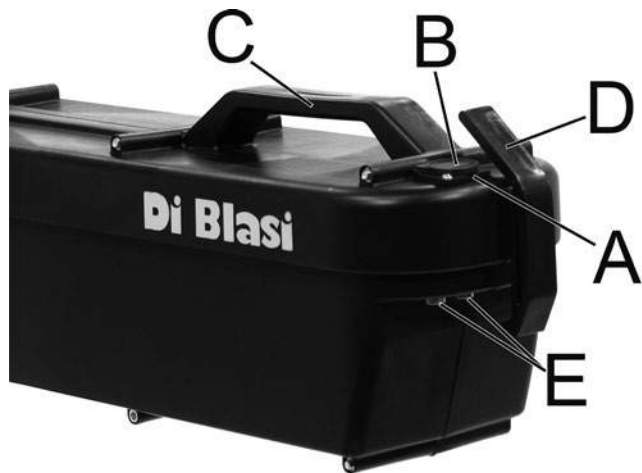

Fig. 44
4.8.3 Para cargar la batería (fig. 44+46)
- Compruebe que el cargador de la batería esté enchufado en la tensión de la red de alimentación (220V o 110V). Para modificar esta conexión, utilice el conmutador (F).
- Conecte la clavija (H) del cargador de la batería a la toma de la red eléctrica.
- Ponga el interruptor (G) en I (encendido). La señal luminosa roja del LED1 se enciende mientras la señal luminosa del LED 2 pasa a ser de color verde.
- Quite el tapón (B) de la clavija (A) de la batería.
- Conecte la toma (L) del cargador de la batería a la clavija (A) de la batería: la señal luminosa del LED 2 pasa a ser de color rojo. Si esta conexión no se llevara a cabo a los dos minutos aproximadamente de enchufarse, el cargador de la batería se apagará. En ese caso, volver a repetir la operación.
- Una vez desenchufada la toma (L) del cargador de la clavija (A) de la batería, vuelva a cubrir la clavija (A) con el tapón (B).
- La batteria è alloggiata nel contenitore mostrato in Fig. 44. Non aprire mai il contenitore e non manomettere la batteria.
- Non porre la batteria in corto circuito. Un corto circuito si verifica quando un oggetto metallico mette in collegamento diretto i contatti della batteria (E - Fig. 44). Il corto-circuito può danneggiare la batteria e/o gli oggetti che lo provocano.
- The battery pack is stored in the box shown in Fig. 44. Never open this box and never tamper with the battery.